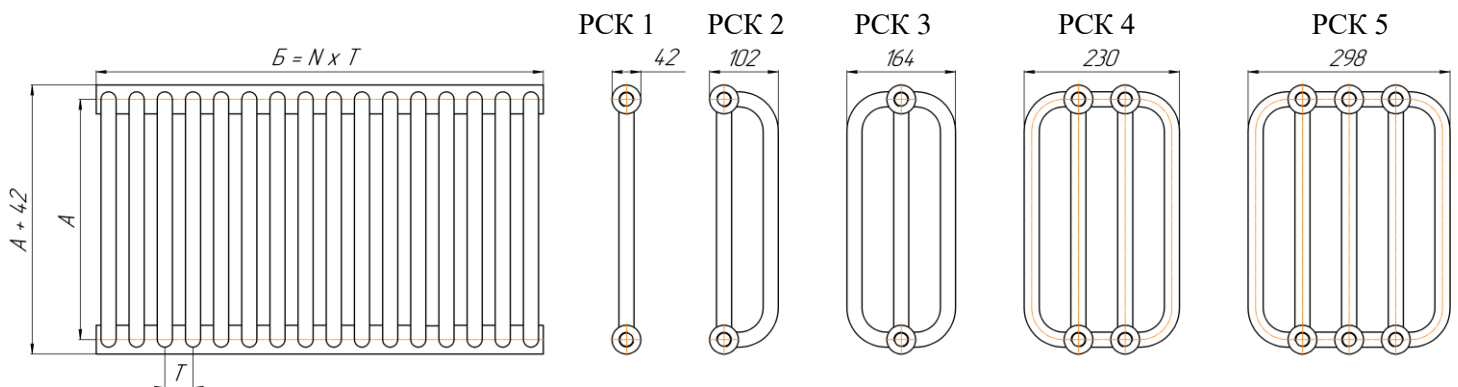

Рис. 1 Радиатор «РСК», где: А – межцентровый размер, мм; В – длина радиатора, мм; Т – шаг (41мм); N – количество секций.
2.1. Основные размеры и параметры радиаторов приведены на рис. 1 и в таблице.